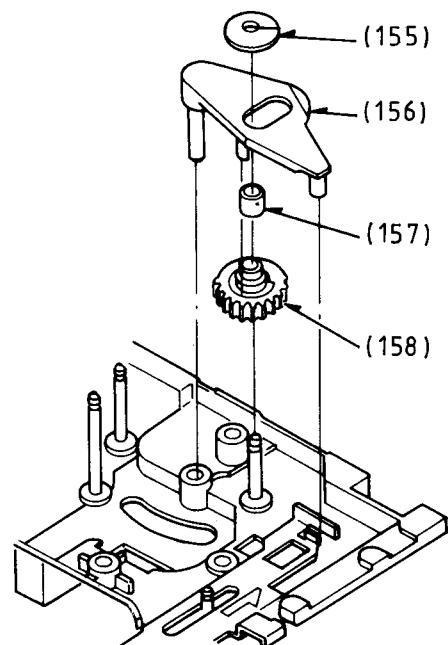

Fig. 58
- Hilfshebelrad (158), Hilfshebel (156), Bremsring (157) und Scheibe (155) gemäß Fig. 58 montieren.
- Fit the Sub Lever Cam (158), the Sub Cam Follower (156), the Rubber Stopper (157) and the Washer (155) as shown in Fig. 58.